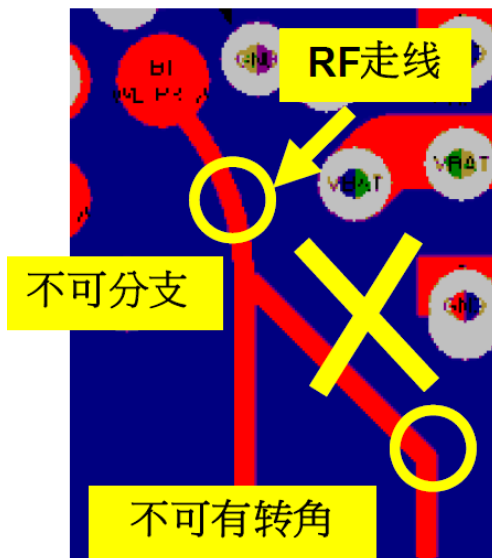

图 3-2 馈线走线注意事项
- 2 馈线走线应尽量短，避免分叉和转角。走线越长，能量损失越大；走线分叉会导致阻抗不连续，信号反射。拐角处需按照弧线的方向弯折走线，不可采用转角走线，如图 3-2 所示。